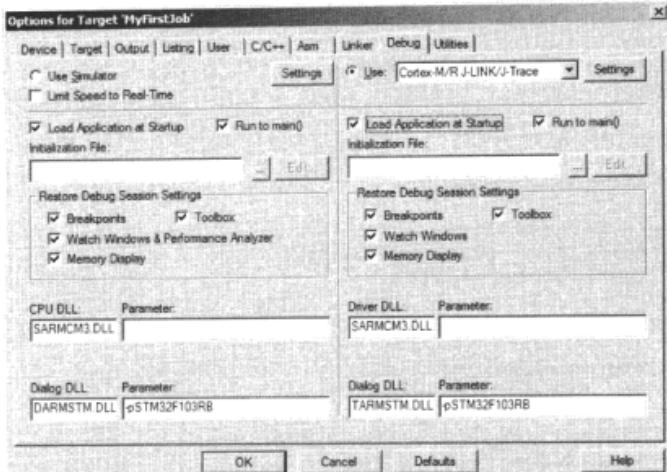

图 4.4.20 Debug 设置界面
② 在弹出的设置窗口 Option for Target‘MyFirstJob’中，执行如下操作：
a) 切换到 Debug 选项卡，选择“Use: Cortex M/R J - LINK/J - Trace”，选中 Load Application at Startup、Run to main()等选项，如图 4.4.20 所示。